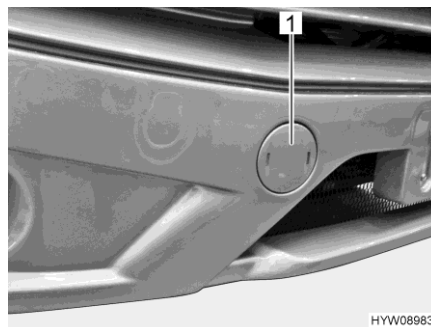

Bild 25 Abdeckung (Aufnahme der Abschleppöse)
- Abdeckung (Bild 25,1) mit einem Schraubendreher aufhebeln.